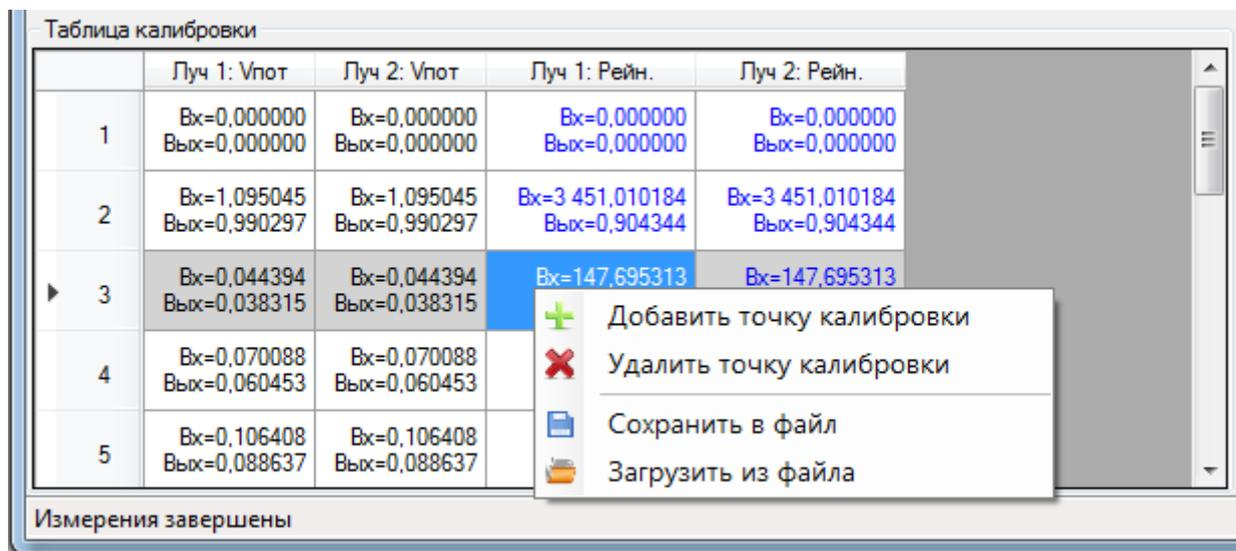

Рисунок 3.4 – Таблица калибровки
6. После окончания измерений программа автоматически выполнит усреднение результатов с занесением в Таблицу калибровки. Для применения результатов калибровки нажать кнопку "Записать таблицу калибровки" (Рисунок 3.4).